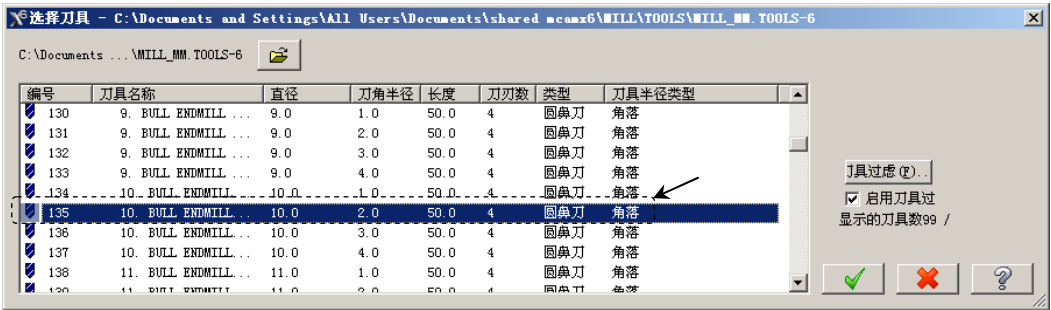

图 22.15 “选择刀具”对话框
Step6. 选择刀具。在“曲面粗加工挖槽”对话框中, 单击 **选择刀具...** 按钮, 系统弹出“选择刀具”对话框, 在该对话框的列表框中选择图 22.15 所示的刀具。单击  按钮, 关闭“选择刀具”对话框, 系统返回至“曲面粗加工挖槽”对话框。